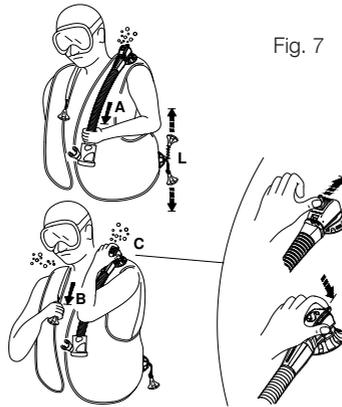

Fig. 7
- a. trageți ușor de ansamblul furtunului (fig. 7 - A).
- b. apăsați butonul care iese din carcasa supapei (fig. 7 - C) (brevetată): acest sistem ar putea fi util și pentru a purja aerul unui alt scafandru care are probleme (panică, scafandru începător, inconștiență etc.).
- Supapa de descărcare manuală dublă SCUBAPRO® (brevet) are un buton de siguranță care eliberează aer atunci când este împins (FIG. 7-C), în caz de defecțiune a sistemului de descărcare manuală (cablu rupt, pini etc.).
### **Supapă de descărcare inferioară (fig. 7 - L)**
Dispozitivele de dezumflare cu debitul maxim de gaz sunt supapa umăr fig. (7-B) și supapa inferioară (fig 7-L).